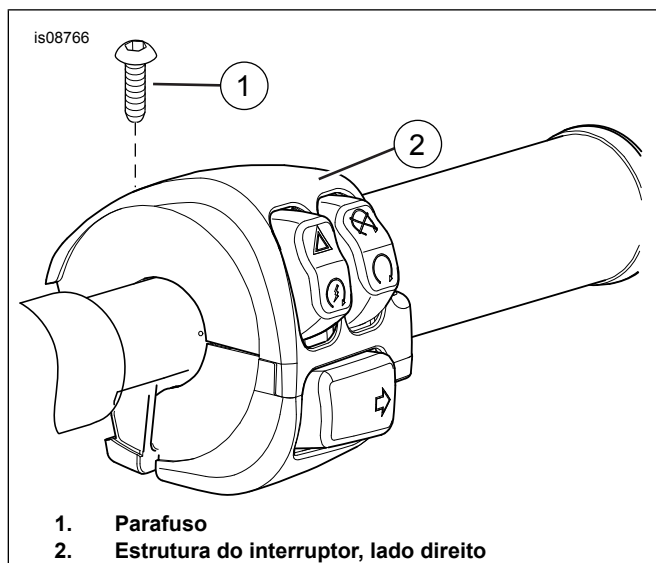

Figura 2. Parafuso e estrutura do interruptor
3. Veja Figura 2. Remova o parafuso (1) da estrutura do interruptor do lado direito (2). **Modelos Road King 2014 e posteriores:** Guarde o parafuso para uso posterior. **Todos os outros modelos:** Descarte o parafuso.